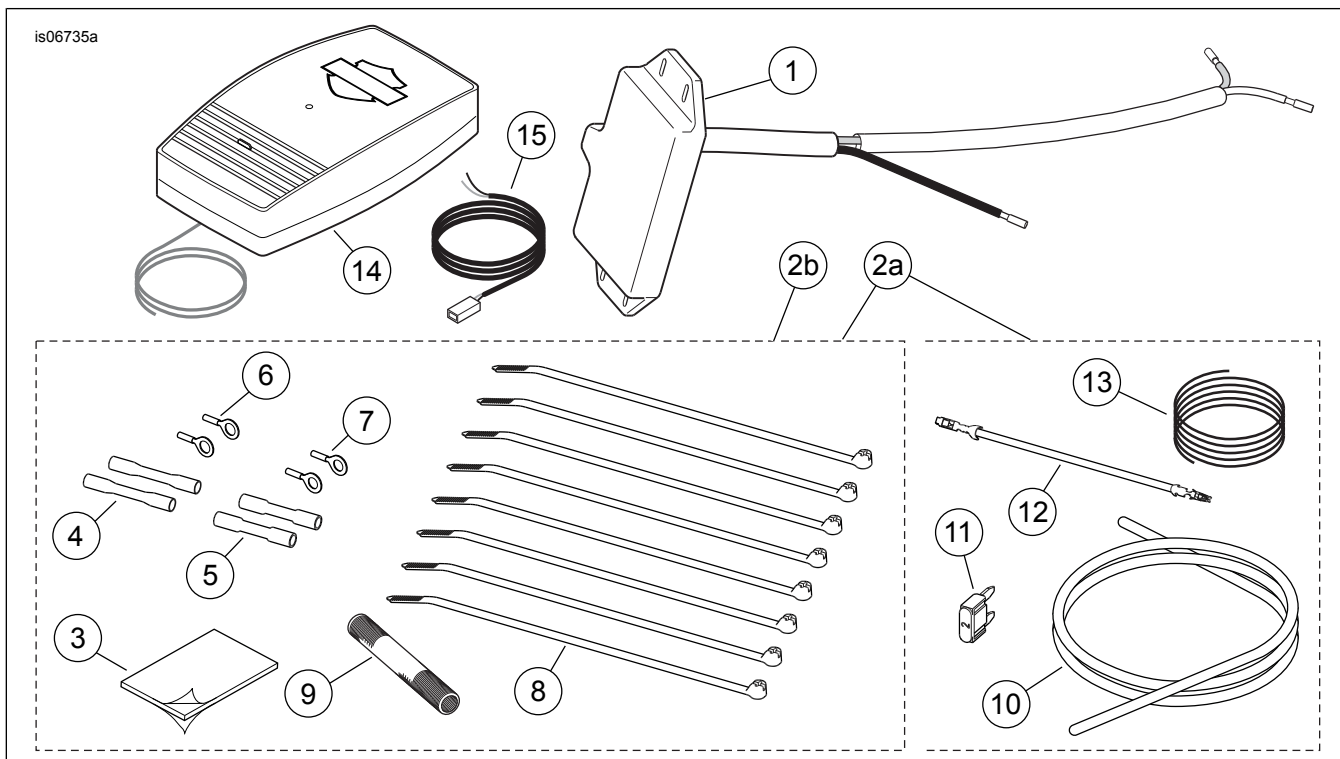

Figura 27. Peças de reposição, kit do controle remoto do mecanismo de abertura da porta da garagem
3. Veja Figura 15, a configuração de emenda de fios 2 em 1. Use um conector de emenda selada **vermelho** ( Figura 27, Item 4) do kit para emendar o fio de alimentação do chicote de fios principal do mecanismo de abertura da porta da garagem nos fios laranja/branco do chicote de fios principal, conforme as instruções do apêndice do Manual de serviço.
4. Veja Figura 15, a configuração de emenda de fios 1 em 1. Use um conector de emenda selada azul ( Figura 27, Item 5) do kit para emendar o fio branco do transmissor nos fios brancos do farol dianteiro. Use o conector de emenda selada azul restante para emendar o fio amarelo do transmissor nos fios amarelos do farol dianteiro.
3. Deslize o conduíte de malha (9) do kit sobre os fios amarelo e branco do transmissor.
4. Veja Figura 15, a configuração de emenda de fios 1 em 1. Use um conector de emenda selada **azul** ( Figura 27, Item 5) do kit para emendar o fio branco do transmissor nos fios brancos do farol dianteiro. Use o conector de emenda selada azul restante para emendar o fio amarelo do transmissor nos fios amarelos do farol dianteiro.
2. Veja a Figura 27. Deslize o conduíte de malha (9) do kit sobre os fios amarelo e branco do transmissor.
3. Veja Figura 15, a configuração de emenda de fios 1 em 1. Use um conector de emenda selada **azul** ( Figura 27, Item 5) do kit para emendar o fio branco do transmissor nos fios brancos do farol dianteiro. Use o conector de emenda selada azul restante para emendar o fio amarelo do transmissor nos fios amarelos do farol dianteiro.